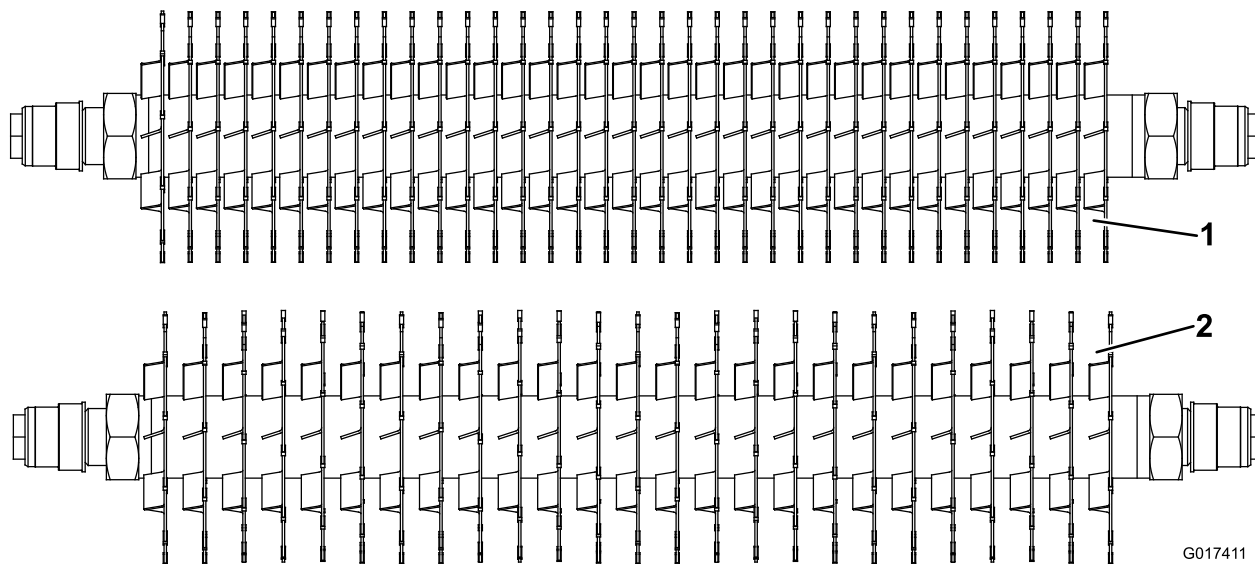

Рисунок 13
Чтобы изменить стандартную конфигурацию вертикуттера с 0,75-дюймовым разделением ножей на 0,50-дюймовое, необходимы дополнительные разделители (34), номер детали 17-1580, а также дополнительные карбидные ножи (10), номер детали 106-6355 или дополнительные (10) стандартные ножи, номер детали 17-1590 (Рисунок 13).